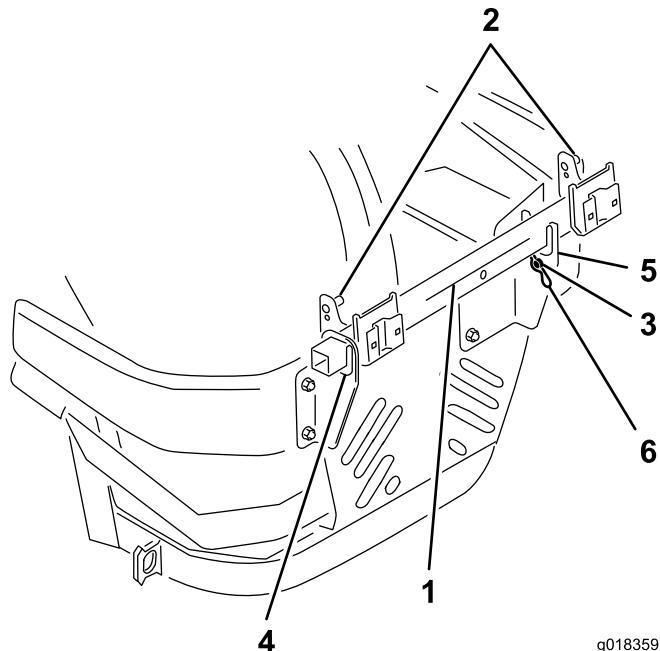

図 11
1. ホッパーサポートのフレームの位置決めを行うフレーム上部についているキー付きフードピンが右側を向き、フレーム下部にある取り付けピンが左を向くように**図 11**のように取り付ける。
2. ホッパーサポートフレームを、左フレームサポートブラケットの四角い開口部に差し込む**図 11**。
- 右側フレームサポートブラケットの右側に、取り付けピンを合わせる図11。
- フレームを、右側ブラケットのU字タブの間に降ろす図11。
- ホッパーサポートフレームを左にスライドさせて、右側フレームサポートブラケットに取り付けピンが通るようにする図11。
- 取り付けピンの穴にヘアピンを通して、フレームをブラケットに固定する図11。